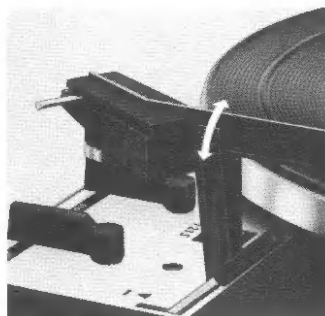

Fig. 7
Dann wählen Sie die erforderliche Plattenteller-Drehzahl ②, stellen die Drehtaste ⑬ auf den Schallplatten-Durchmesser (17, 25 oder 30 cm, bzw. 7, 10 oder 12") ein und entriegeln den Tonarm (Fig. 7).
Bemerkung: Nach dem Spielen der Schallplatte oder der letzten Platte eines Stapels kehrt der Tonarm automatisch auf seine Stütze zurück. Das Gerät schaltet sich aus. Es empfiehlt sich, nach Beendigung des Spieles den Tonarm zu verriegeln (Fig. 7).